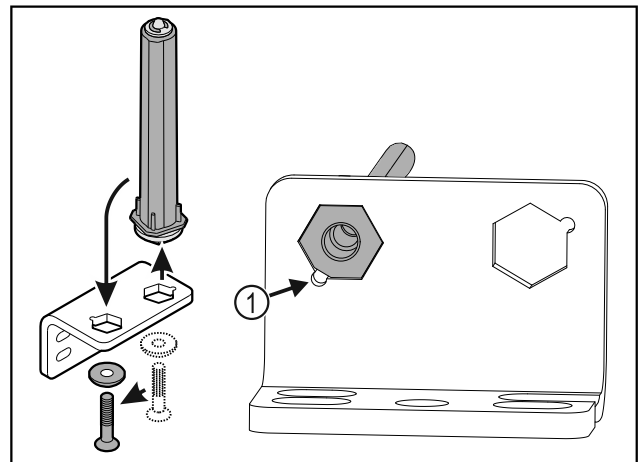

Fig. 15
- ▶ Βεβαιωθείτε ότι κατά την τοποθέτηση η λοξοτομή του πείρου είναι στραμμένη Fig. 15 (1) προς τη στρογγυλή οπή.